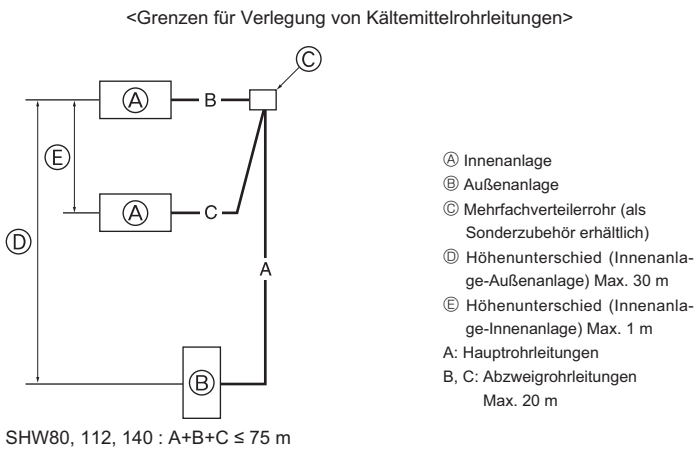

Fig. 4-10
4.8. Für Doppel-/Dreifach-/Vierfachkombination (Fig. 4-10)